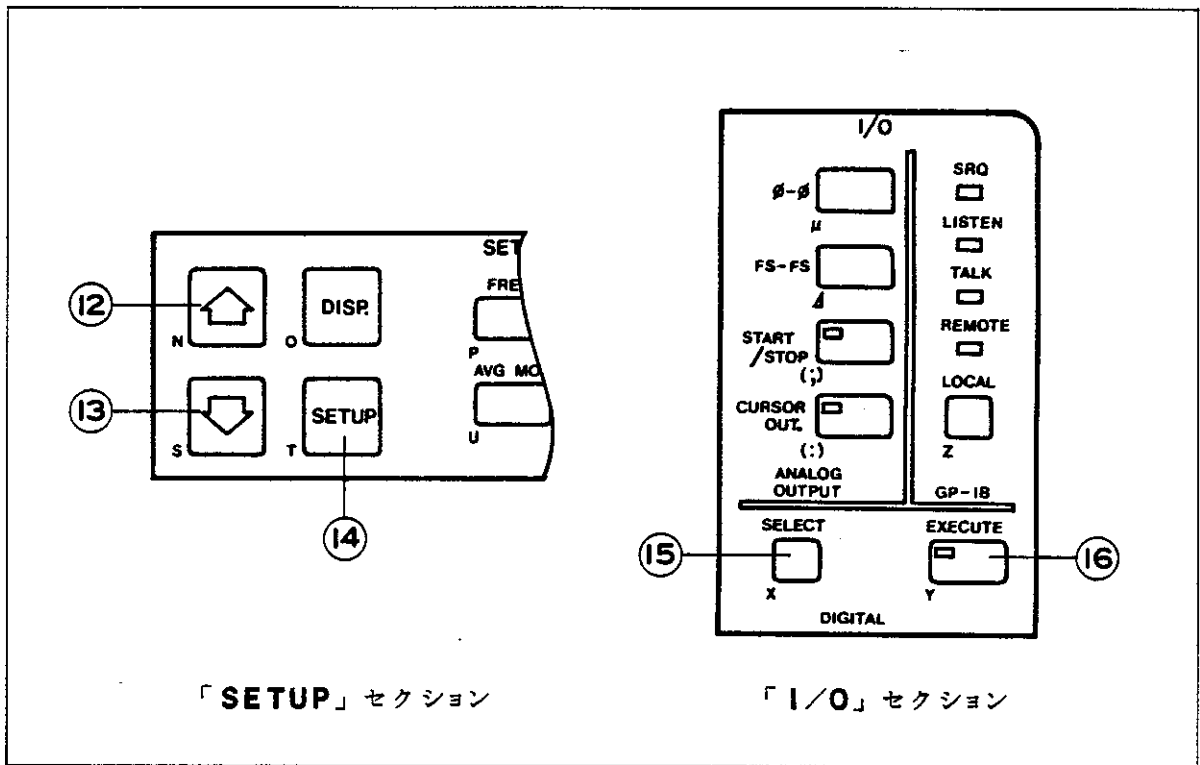
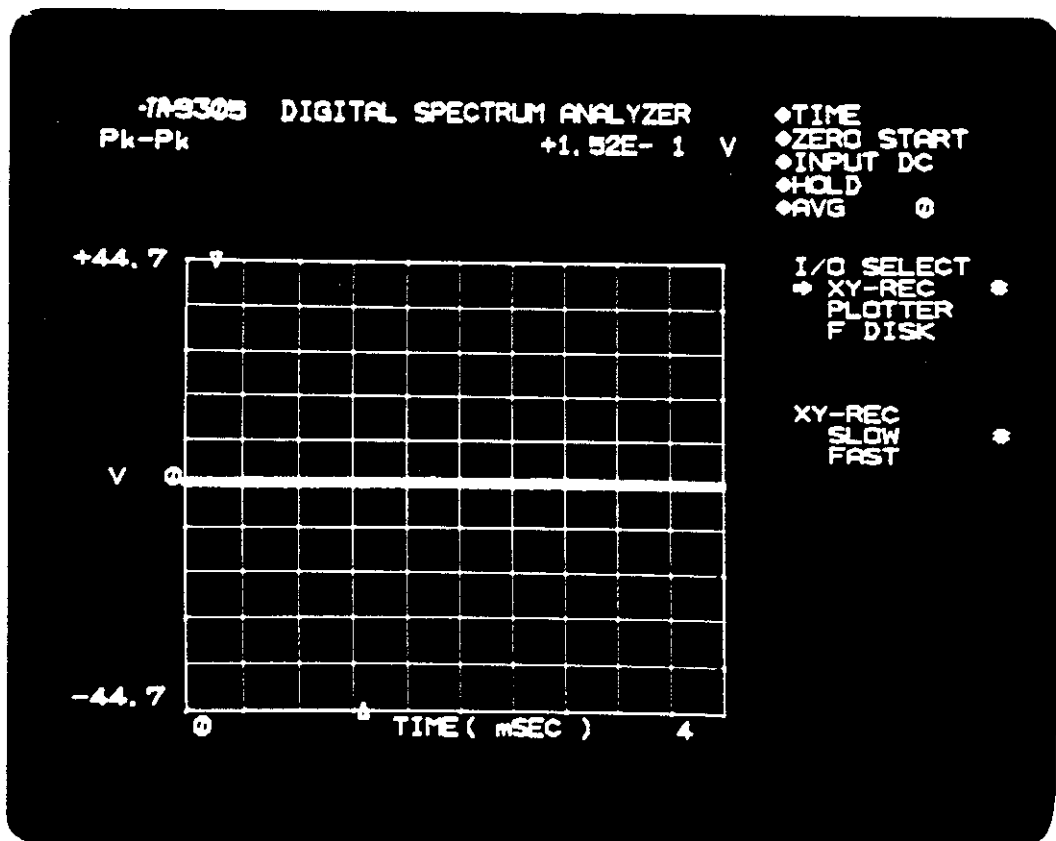
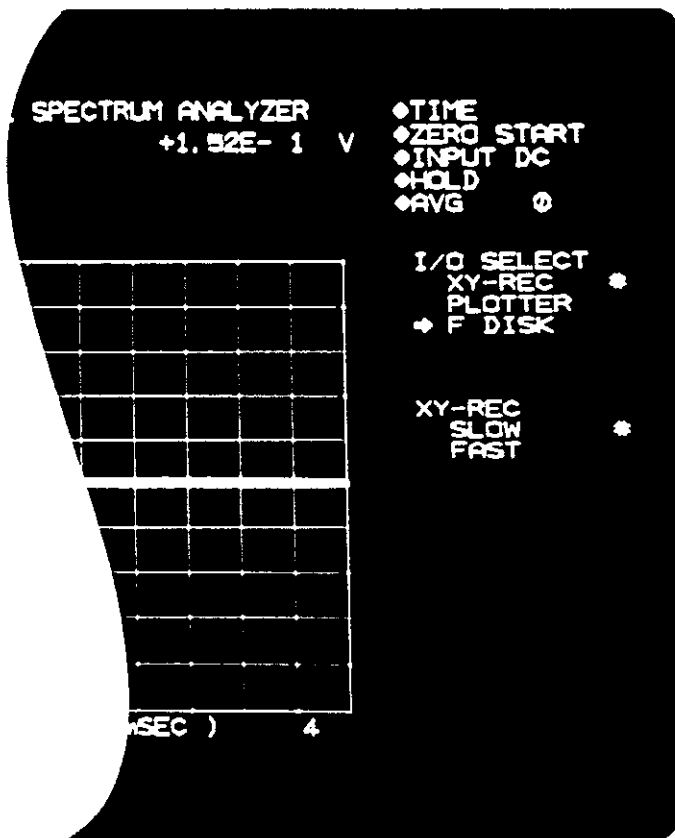
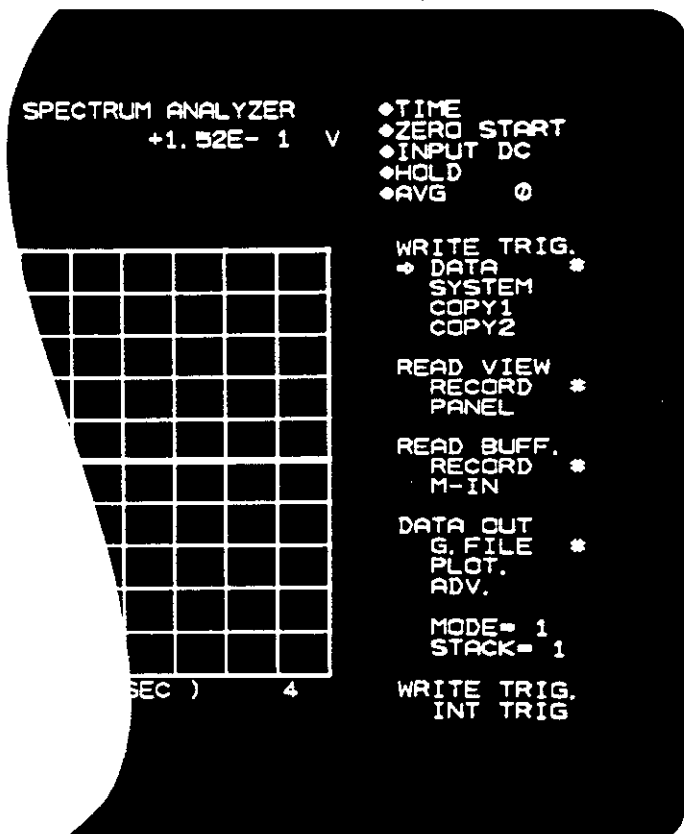

図 4-3 TR9305 で本システムに関係のあるパネル
図 4-4 I/Oセレクト・モードのメニュー
図 4-5 “F DISK”に設定
図 4-6 “F DISK”メニュー
TR9801Aが“WRITE”モードに設定されていますと、〔図4-3〕に示しますTR9305の「I/O」セクションの⑩ SELECTスイッチを押した場合、CRTディスプレイの右側に〔図4-4〕に示しますようなメニューが表示されます。
TR9801A/Bを使用する場合、〔図4-3〕に示しますTR9305の「SETUP」セクションの⑫  と⑬  スwitchを使い分けることによって、メニューの移動子(⇨)を〔図4-5〕に示しますように“F DISK”の位置まで移動させます。次に⑭ SETUP スwitchを押しますと〔図4-6〕に示しますメニューが表示されます。この“F DISK”メニューとTR9801Aの正面パネルによって変化に富んだアプリケーションが実行されます。
もし、TR9305にオプション02(フロッピー・ディスク・インタフェース)が内蔵されていなかったり、TR9801Aの電源がOFF状態、あるいは接続ケーブルに不良がある場合は〔図4-6〕に示しますようなメニューが表示されません。